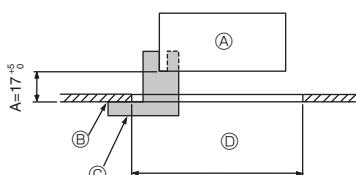

Fig. 9-2
① Grill	1	950 × 950 (mm)
② Installationstolk	1	(Indelat i 4 delar)
③ Trådlös fjärrkontroll	1	för PLP-6EALM
④ Fjärrkontrollens hållare	1	Ingår i enheter med trådlös fjärrkontroll.
⑤ LR6 AA-batterier	2	Ingår i enheter med trådlös fjärrkontroll.
⑥ 3,5 × 16 självgående skruvar	2	Ingår i enheter med trådlös fjärrkontroll.
9.2. Förberedelser för fäste av grillen (Fig. 9-2)
- Använd tolken ② som medföljer satsen för att justera och kontrollera placeringen av huvudenheten i förhållande till taktytan. Om huvudenheten inte är korrekt placerad i förhållande till taktytan kan luftläckage uppstå eller kondens samlas.